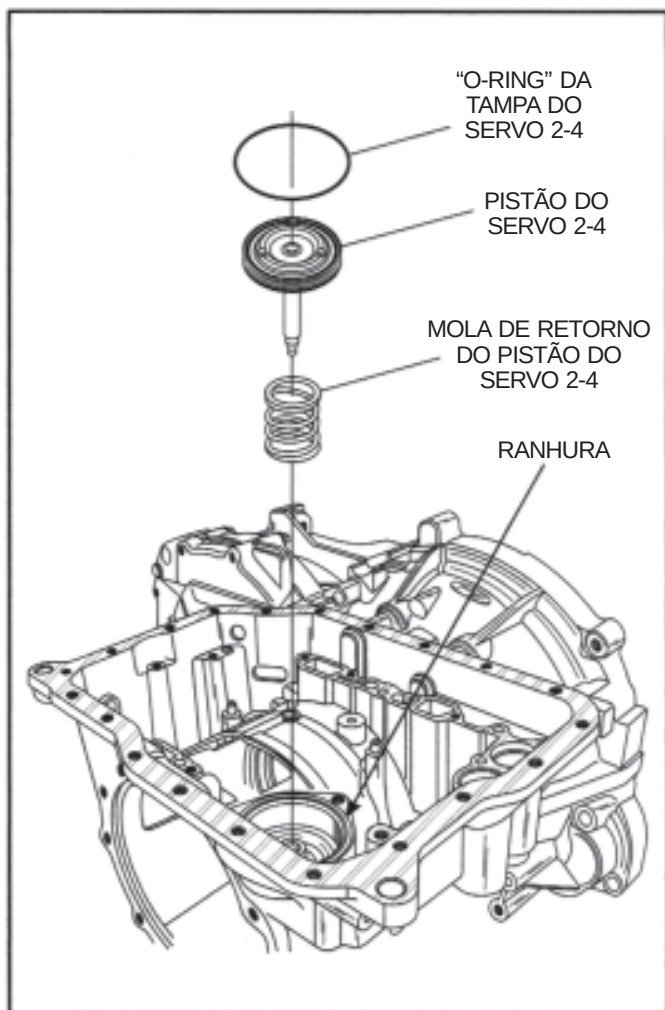

Figura 151
1. Instale dentro da cavidade do servo 2-4 a mola de retorno do pistão do servo 2-4 (Vide Figura 151).
2. Instale dentro da cavidade do servo 2-4 um novo conjunto do pistão do servo 2-4 (Vide Figura 151).
3. Instale dentro da ranhura da carcaça um novo "O-Ring" de vedação para a tampa do servo 2-4 (Vide Figura 151).